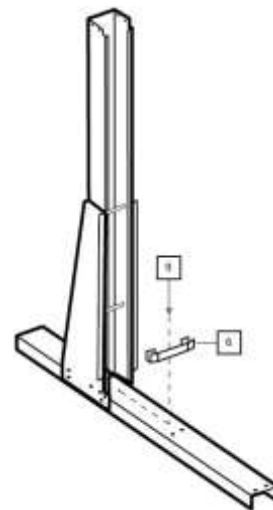

fig. 7
E) Una vez que se han apretados todos los tornillos sin forzarlos, coloque la pieza de conexión de guías (6) con un solo tornillo (9), como se ve en la fig. 7. A todos estos elementos unidos le llamamos **módulos**.